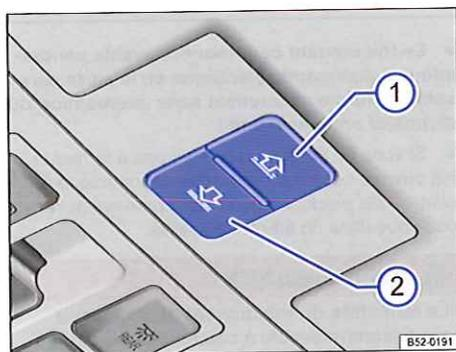

Fig. 41 Dans le ciel de pavillon : touches du store pare-soleil
Fonction	Mesure à prendre  Fig. 41
- *Store pare-soleil* : en l'espace d'environ 5 secondes après le déclenchement du dispositif antipincement, appuyez sur la touche ⇒ fig. 41  jusqu'à ce que le store pare-soleil soit entièrement fermé.